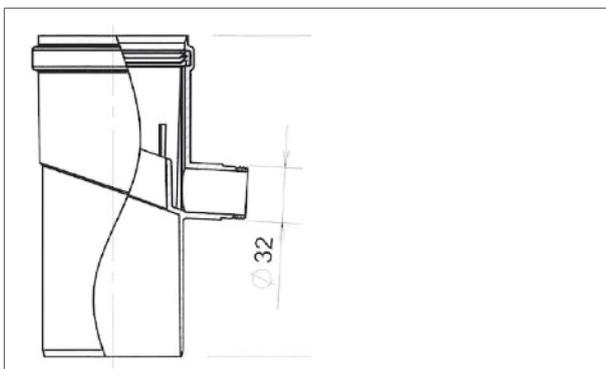

Figure 18- Récupérateur de condensats
- Ajouter un récupérateur de condensats (figure 18).